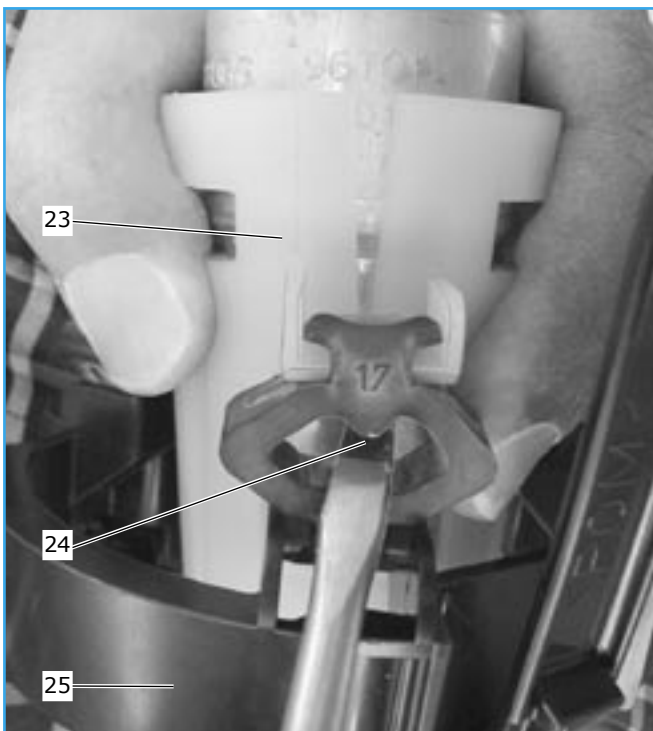

Figura 7
- Haciendo palanca con un destornillador eliminar de su manguito a los 3 amortiguadores de goma. Para ello debe empujarse el orificio triangular desde atrás hacia arriba (véase figura 7).
- Sacar la bomba mediante el estribo (22) del soporte (25).
- La bomba está asegurada mediante el estribo (22) en el manguito (véase figura 7). Retirar el estribo (22)